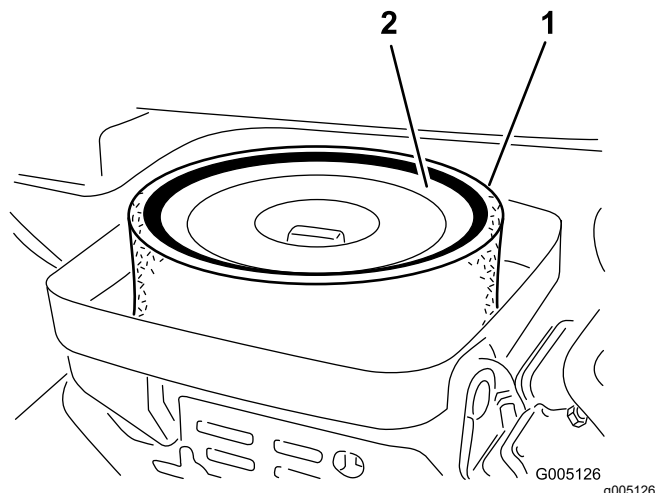

図 40
3. エレメントをエアクリーナに固定している蝶ナットを外す 図 40。
4. スポンジ 図 40 を点検し、汚れていればペーパーエレメントから外す。以下の要領で丁寧に清掃してください